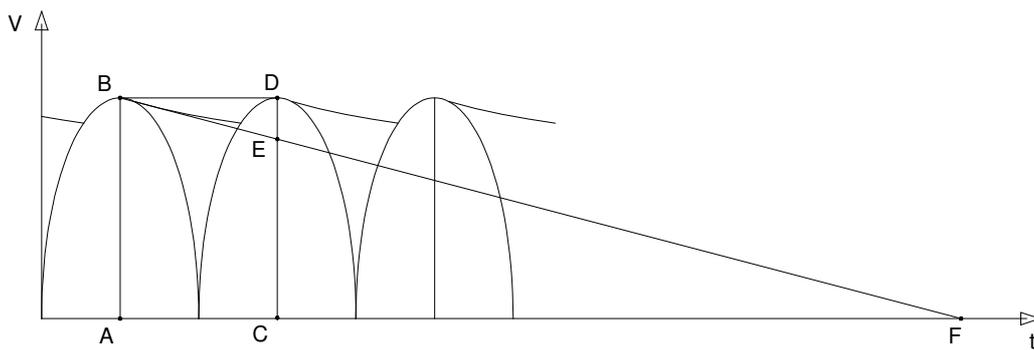

Figura 2
Ora facciamo alcune approssimazioni. Il tratto di esponenziale B-T di Fig.1 lo approssimiamo con la retta tangente all'esponenziale nel punto B e lo prolunghiamo fino ad incontrare la perpendicolare in T. Nella Figura 2 tale tratto è rappresentato dal segmento B-E. Poi consideriamo che l'ondulazione massima $V_M - V_m$ sia uguale al segmento D-E. Infine il prolungamento della tangente nel punto B intercetterà l'asse dei tempi nel punto F di Fig.2, così il tratto A-F rappresenta la costante di scarica del complesso resistenza di carico e condensatore di livellamento (7).